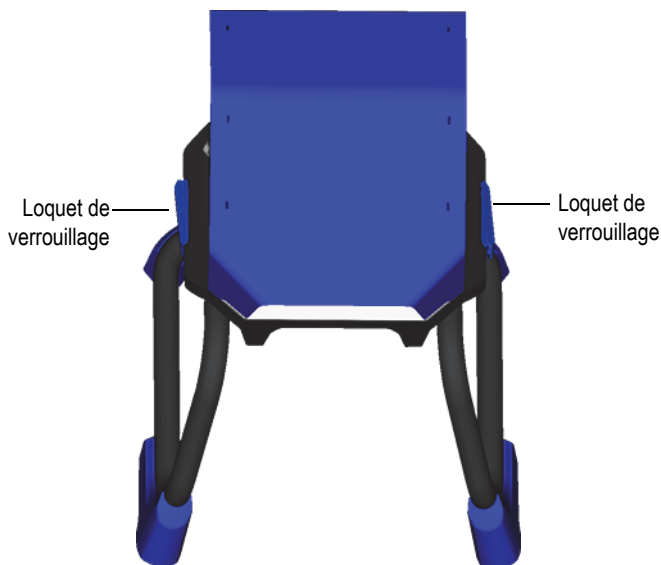

Figure B-16 Retrait de la chambre d'analyse
1. Soulevez les loquets permettant de verrouiller la chambre d'analyse sur le poste de travail, puis soulevez la chambre d'analyse pour la dégager du support (voir Figure B-16 à la page 126).